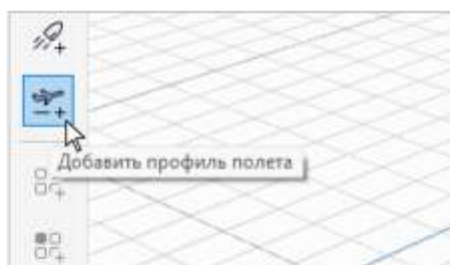

Рисунок 6.2.1
- на панели инструментов нажав кнопку ***Добавить профиль полета*** (см. Рис. 6.2.1);